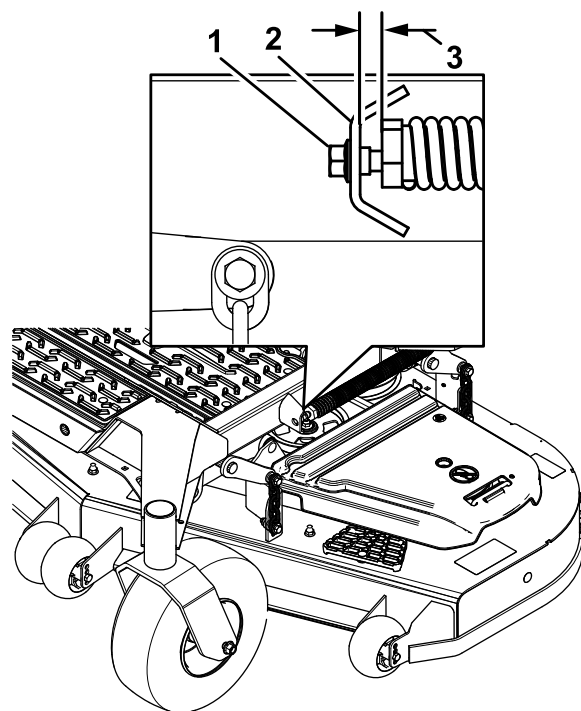

Figure 102
10. Desserrez lentement la vis de réglage sur le ressort d'aide au levage jusqu'à ce que vous puissiez enlever la vis (Figure 102).